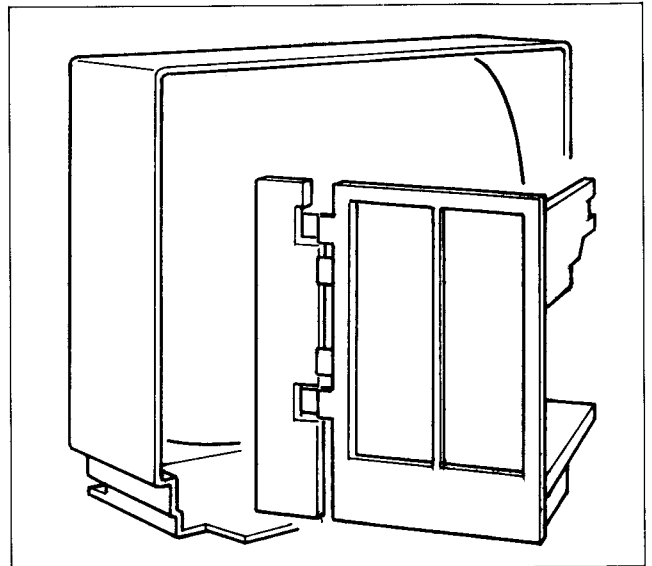

Abb. 6 Wartung und Instandsetzung
1. Das ausgebaute Chassis gemäß Abb. 6 positionieren.